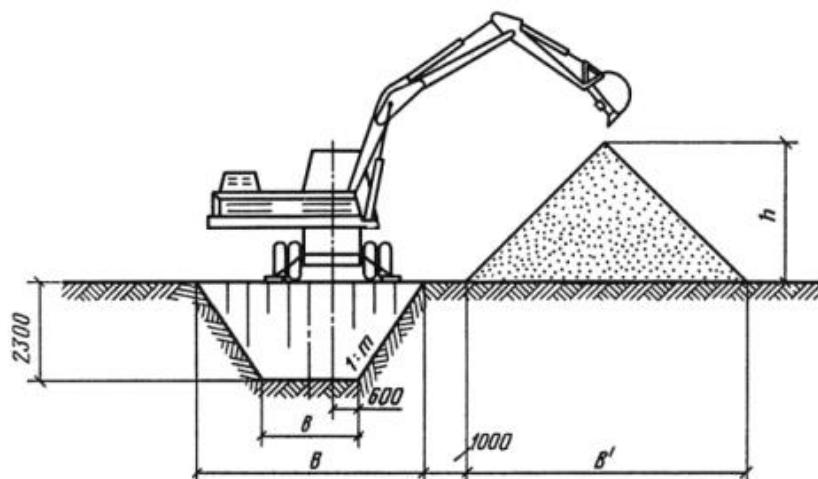

Рис.2 Схема разработки траншеи экскаватором с обратной лопатой
3. Определить число циклов за час работы одноковшового экскаватора с обратной лопатой, если известно, что продолжительность копания 12 сек., продолжительность поворота на выгрузку 8 сек., продолжительность выгрузки 4 сек., продолжительность поворота в забои – 18 сек. (рис.2)